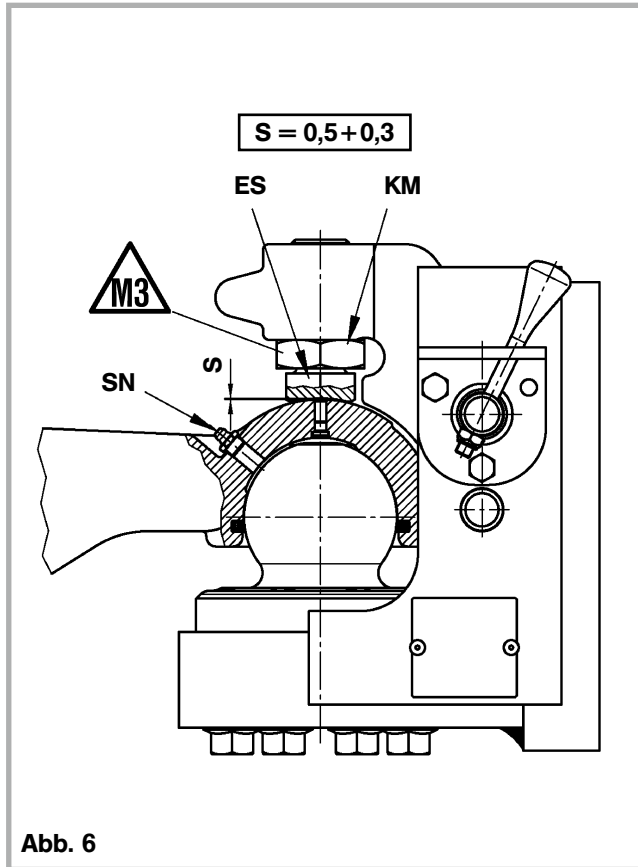

Abb. 6
- Die eingekuppelte und gesicherte Zugöse ist am vorgesehenen Schmiernippel **SN** (s. Abb. 6) mit einem **calciumverseiften EP3 Fett** abzusmieren, bis zwischen Einstellschraube der Zugöse Fett austritt. Wir empfehlen den Hochleistungsschmierstoff (Art.-Nr. SKE 005 670 000) siehe auch 3.1
- das Höhenspiel der Zugöse gegenüber der Klinke muss auf **S = 0,5 + 0,3 mm** eingestellt sein (siehe Abb. 6)!